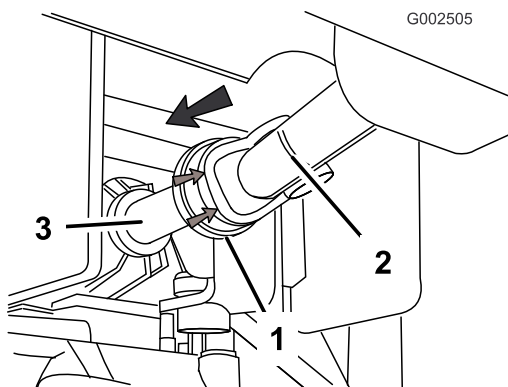

Figura 14
- Tirate indietro la cuffia in gomma della parte anteriore dell'albero motore della presa di forza (Figura 14).
- Installate l'albero motore sull'albero di uscita della presa di forza (Figura 14).